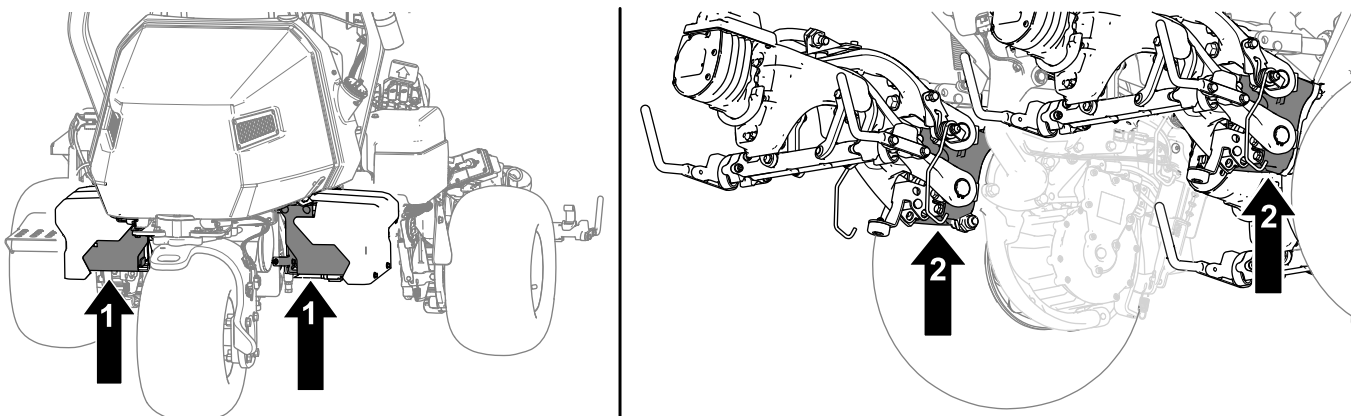

図 36
2. マシンを浮かせたら、以下の部分に適切なジャッキスタンドを入れて機体を支える 図 36。